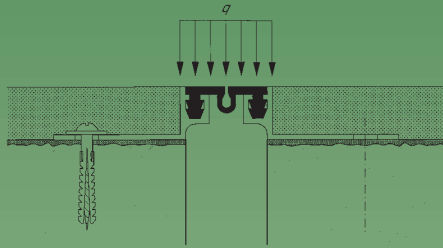

Abb. 3
- d) **vibrationsfreie Auflagerung des Profiles auf dem Unterboden, ggf. vollflächige Unterfütterung mit Kunststoffmörtel, $\delta_D \geq 5,5 \text{ N/mm}^2$, Distanzstücke aus Metall oder anderen geeigneten Maßnahmen [Abb. 3]**